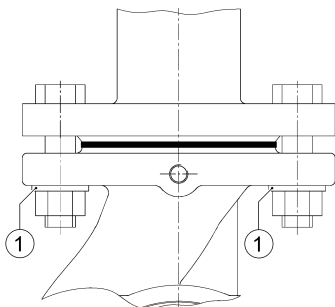

Fig. 12: Installation med kombifläns
- De medföljande brickorna (fig. 12, pos. 1) måste användas mellan skruv-/mutterhuvudet och kombiflänsen.